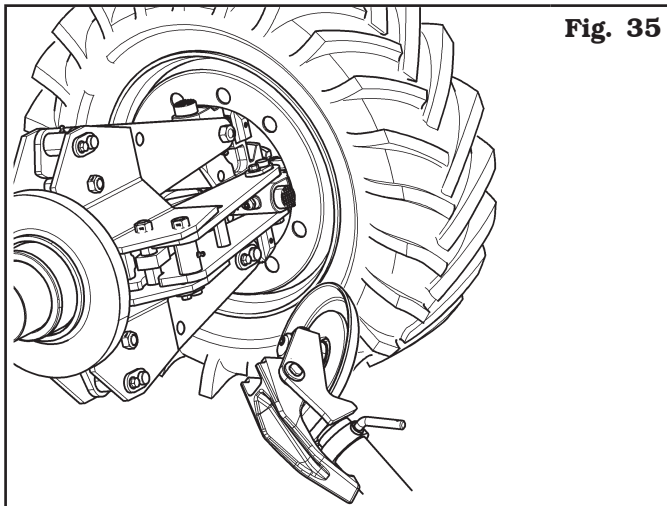

Fig. 35
- Posicionar el disco destalonador a ras de la llanta (véase **Fig. 35**).